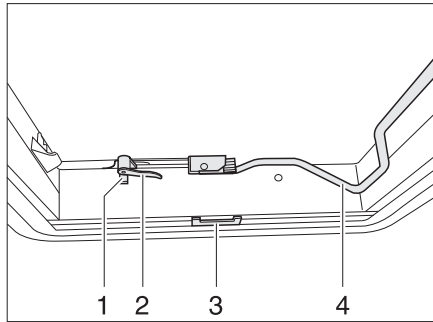
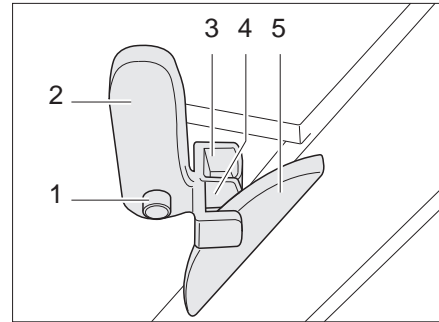

Bild 48 Heki-taklucka, stängd
Bild 49 Heki-takluckan i ventilationsläge 1
- Tryck ned låsknappen (Bild 48,1) och vrid låsarmen (Bild 48,2) ett kvarts varv inåt.
- Dra ut bygeln (Bild 48,4) nedåt, så att spärren släpper.
- Vrid låsarmen (Bild 48,2 och Bild 49,2) ett kvarts varv. Takspärrens tapp (Bild 49,5) måste hakas in i den översta fästdelen (Bild 49,3).
- Tryck på låsknappen (Bild 49,1) och vrid tillbaka låsarmen (Bild 49,2). Takspärrens tapp (Bild 49,5) måste hakas in i den nedre fästdelen (Bild 49,4).